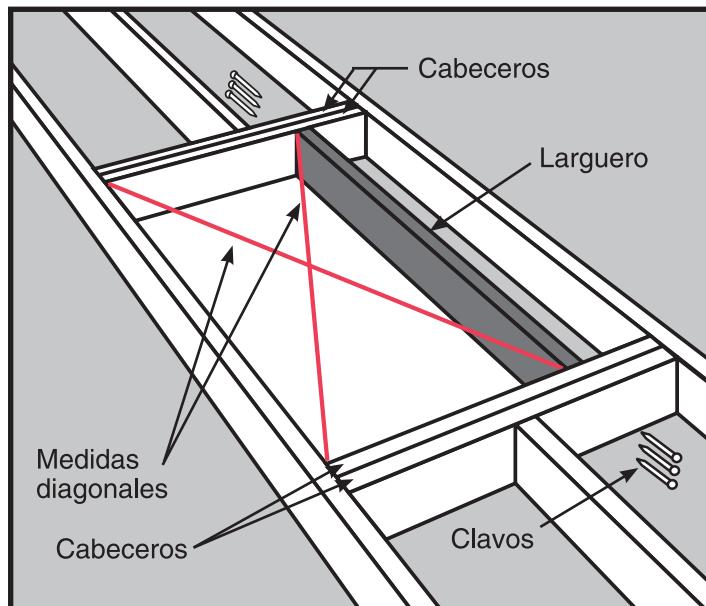

Figura 18
- PASO 4.** Posicione el (los) larguero(s) a lo largo del (de los) lado(s) no enmarcado(s) de su ubicación (vea la Figura 18). Verifique que las dimensiones internas del marco sean 57.1 cm (22-1/2") x 137.1 cm (54") (99210-001) .
- PASO 5.** Para unir el (los) larguero(s) a los cabeceros, utilice clavos de longitud suficiente para pasar a través de ambos cabeceros e insertarse en el larguero al menos 25.4 mm (1 pulgada). Ponga el (los) larguero(s) a escuadra con los cabeceros en un extremo, e inserte tres (3) clavos 16d en el larguero, a través de los cabeceros. Verifique la escuadra, y luego clave el otro extremo. Verifique que la abertura sin terminar esté a escuadra. Para ello, mida las diagonales. **Las dos medidas deben diferir en menos de 3.2 mm (1/8") para que el conjunto se considere a escuadra** (vea la Figura 18).